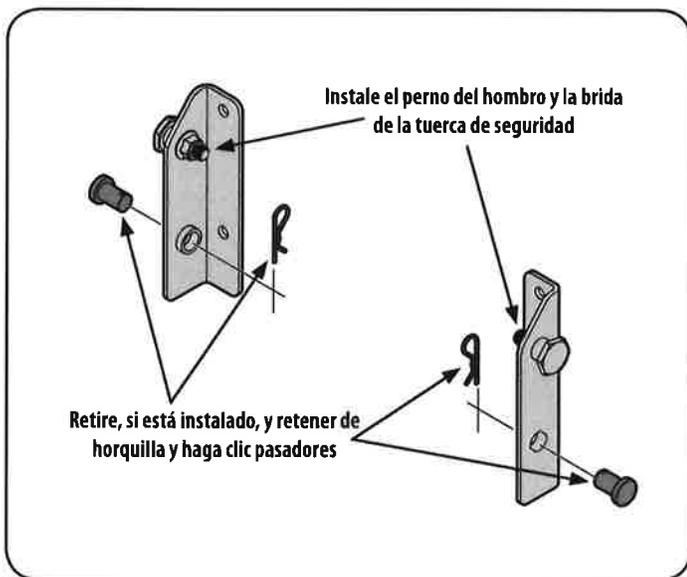

Figura 29
1. Si no está instalado por la fábrica, instalar un perno de tope del paquete de hardware en cada soporte, asegurándolos con tuercas de seguridad con brida también incluidos en el paquete de hardware incluido con estos soportes. Consulte la Figura 29.
2. Si ya está instalado en los soportes, retire los pasadores de horquilla y clips, retener para instrucciones posteriores. Consulte la Figura 29.